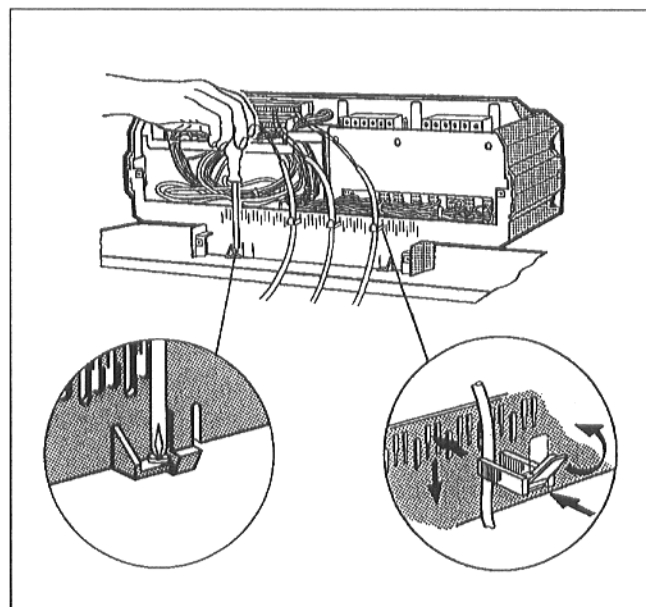

Рис. 23
- Привинтить цоколь устройства регулирования внутри справа и слева в кабельном проходе с помощью 2 самонарезных винтов к переднему кожуху котла (Рис. 23).
- Зажимы кабеля с вложенным в них присоединительным кабелем вставить в зажимной каркас и закрепить кабель, повернув рычаг (Рис. 23).